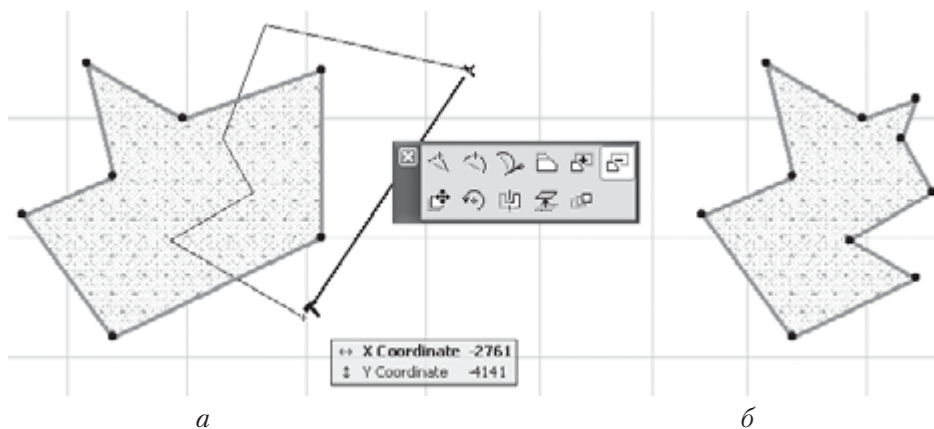

Рис. 5.22. Логическое вычитание контуров
-  **Subtract from Polygon** (Логическое вычитание контуров) — после активизации операции последовательными щелчками кнопки мыши постройте контур так, чтобы он пересекал выделенный (рис. 5.22, а). Если контур не замкнут, то после указания конечной точки он замыкается автоматически. При
выполнении операции часть площади выделенного контура, находящаяся внутри построенного, отсекается от выделенного (рис. 5.22, б).